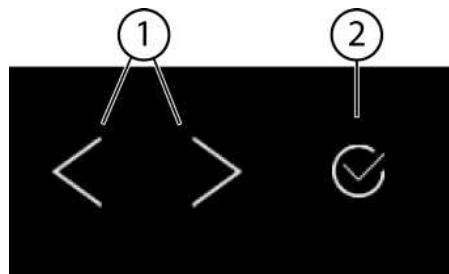
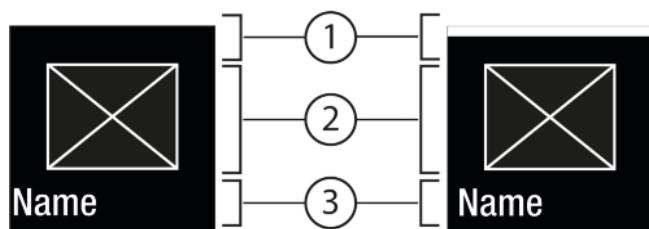
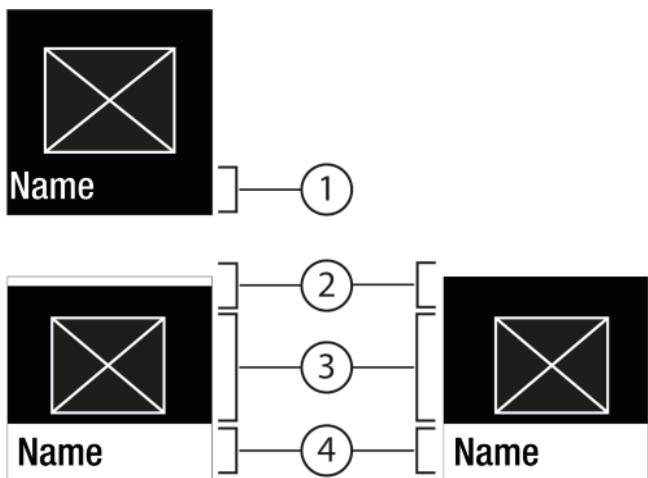

Fig. 5
Fig. 6
Fig. 7
- (1) Навигационная стрелка влево / вправо
- (2) Подтвердить
#### Навигационная стрелка влево / вправо Fig. 5 (1):
#### Подтвердить Fig. 5 (2):
- Навигация при помощи навигационной стрелки влево / вправо Fig. 5 (1).
- С помощью Подтвердить Fig. 5 (2) активировать Fig. 6 (1) / деактивировать Fig. 6 (1) функцию / настройку.
- С помощью Подтвердить Fig. 5 (2) вызвать Подменю Fig. 7 (4).
- Установка нового значения: С помощью Подтвердить Fig. 5 (2) выбрать деактивированное значение Fig. 6 (1).
- Назад в меню: С помощью Подтвердить Fig. 5 (2) выбрать уже активированное значение Fig. 6 (2).
- Навигационные стрелки Fig. 5 (1) нажмите до тех пор, пока не появится индикация функции .
- Нажмите на Подтвердить Fig. 5 (2).
- С помощью навигационных стрелок Fig. 5 (1) выберите значение настройки.
- Состояние: активировано Fig. 6 (1) появляется недолго в Подменю Fig. 7 (4).
- ▶ Нажмайте навигационные стрелки *Fig. 5 (1)* до тех пор, пока не появится индикация настроек .
- ▶ Нажмите на Подтвердить *Fig. 5 (2)*.
- ▶ Нажмайте навигационные стрелки *Fig. 5 (1)* до тех пор, пока не появится индикация требуемой настройки.